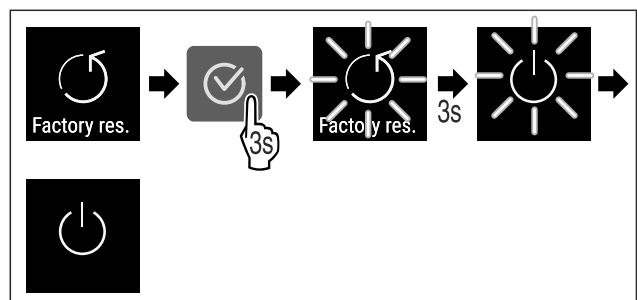

Fig. 113
- ▶ Εκτελέστε τα βήματα ενεργειών (βλέπε Fig. 113) .